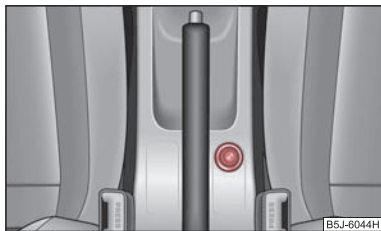

Abb. 77 Mittelkonsole: Zigarettenanzünder
- Drücken Sie den Anzünderknopf des Zigarettenanzünders hinein ⇒ Abb. 77.